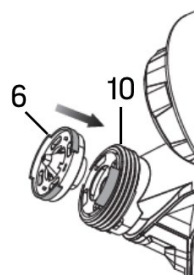

fig. 22
- a. Notez que l'encoche de la buse (n° 6) doit s'aligner avec la collerette sur le boîtier du pulvérisateur (n° 10) et avec les bosses dans le sens vertical (fig. 22).